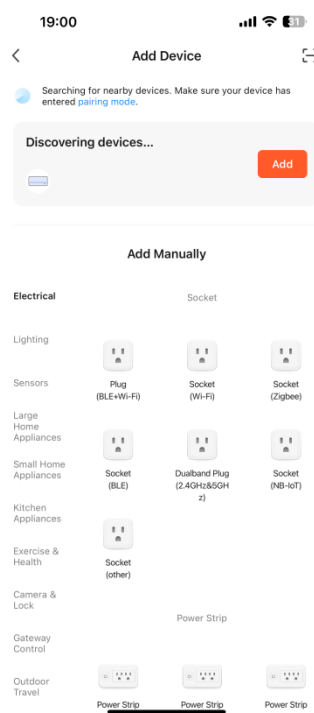

Abb.5
3.4. Um die Kopplung mit Bluetooth-Geräten zu beschleunigen, unterstützt die App die automatische Erkennung von Bluetooth-Geräten in der Nähe. Sobald die Startseite geöffnet ist, sucht die App automatisch nach Bluetooth-Geräten, deren Kopplung ansteht, und zeigt erkannte Bluetooth-Geräte in einem Dialogfeld an. (Abb.5)